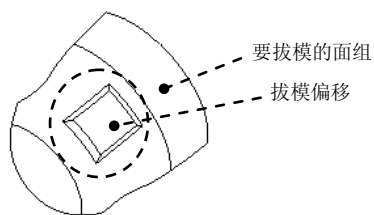

图 6.2.40 拔模偏移
曲面的拔模偏移就是在曲面上创建带斜度侧面的区域偏移。拔模偏移特征可用于实体表面或面组。下面介绍在图 6.2.40 所示的面组上创建拔模偏移的操作过程。
Step2. 选取图 6.2.40 所示的要拔模偏移的面组。